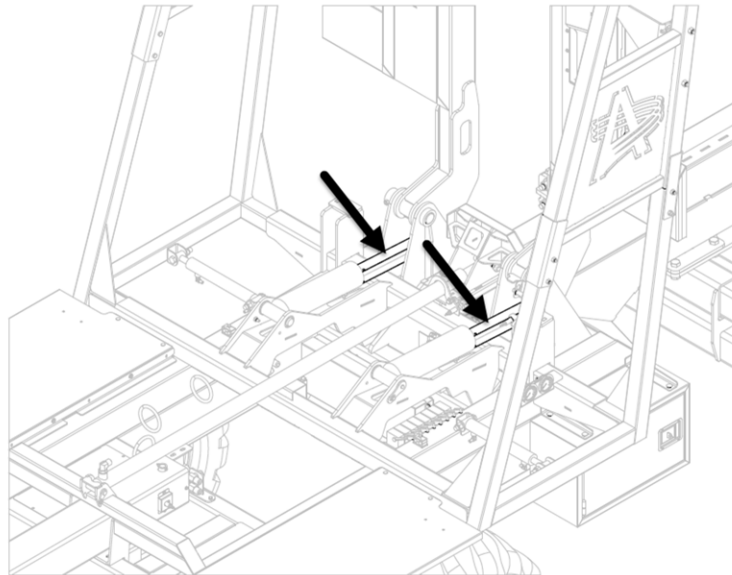

Figure 41 – Béquilles de sécurité du système de levage
2. Placez une béquille sur la tige de chaque cylindre comme le montre la Figure 41.